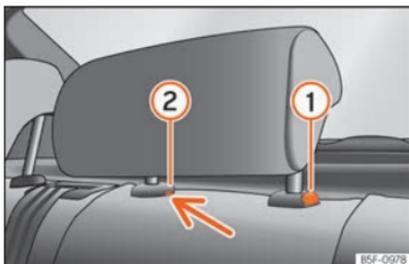

Abb. 142 Hintere Kopfstütze in der Mitte: Entriegelungsstelle.
- Drücken Sie die Taste ① » » **Abb. 142** und gleichzeitig mit einem Schlitzschraubendreher (Breite max. 5 mm) in die Öffnung der Verriegelung ② » » **Abb. 142** und ziehen Sie die Kopfstütze heraus.